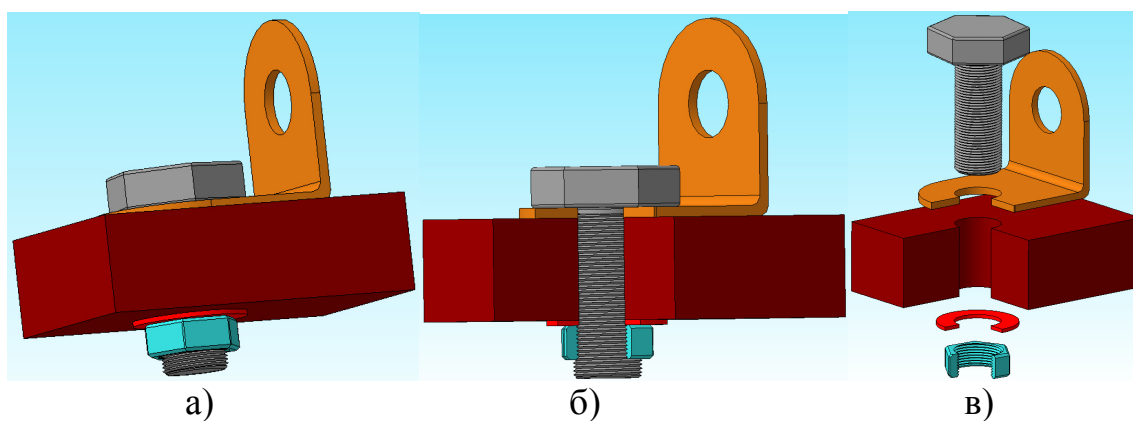

Рис. 1.5.1 Збірка деталей
Взаємна орієнтація між компонентами збірки задається з панелі інструментів «Сопряжения». Для даної збірки досить встановити два типи сполучень: «Параллельность» граней кожної деталі в одній координатній площині і «Соосность» граней отворів деталей і основи стержня болта. Після виконання даних операцій деталі в збірці зможуть рухатися і обертатися тільки в межах заданих сполучень. Для установки деталей точно на своїх позиціях необхідно поєднати потрібні їх грані між собою за допомогою функції «Совпадение объектов» панелі інструментів «Сопряжения». Готовий вид збірки наведено на рис. 1.5.1, а.
Для більш інформативної візуалізації збірки часто необхідно виконати розріз, однак при цьому є можливість виключити деякі деталі при виконанні розрізу. Для цього після побудови ескізу для перетину в потрібній координатній площині і вибору функції «Сечение по эскизу» слід натиснути кнопку «Область применения „Компоненты”» на панелі параметрів розрізу. Далі натиснути «Выбор компонентов» і сформувати «Список компонентов», після чого відобразити розріз. Результат такої операції наведено на рис. 1.5.1, б.
Для зручності сприйняття збірки САПР Компас пропонує функцію рознесення компонентів, яку можна активувати через меню «Сервис» -> «Разнести компоненты» -> «Разнести». Спочатку ця функція заблокована і для її використання слід настроїти параметри рознесення деталей, скориставшись пунктом « Параметры» в цьому ж меню. Продовжуючи працювати з цією ж збіркою (рис. 1.5.1), необхідно попередньо видалити сполучення типу «Совпадение» з усіх деталей збірки в дереві моделі, щоб дати можливість деталям переміщатися. Також при бажанні можна «Исключить из расчета» розріз нашої збірки. Далі покроково задати рознесення кожної деталі зі збірки на певну величину в потрібному напрямку відносно грані іншої деталі в якості об'єкта. Після закінчення формування списку кроків натиснути кнопку « Прервать команду». По завершенні функція « Разнести», про яку говорилося раніше, стане активна і доступна. Результат застосування даної операції показаний на рис. 1.5.1, в.
2. Побудувати збірку, показану на рис. 1.5.1, а, з точним позиціонуванням всіх деталей.
3. Виконати розріз на збірці, застосувавши перетин за ескізом з виключенням деяких деталей, показаний на рис. 1.5.1, б.
4. Реалізувати операцію «Разнесение», як функцію Компас, результат застосування якої показаний на рис. 1.5.1, в.